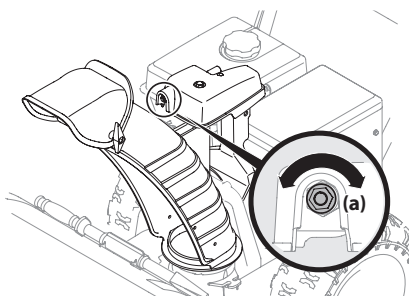

Figura 4-12
1. A fin de aumentar la precarga, ajuste la tuerca hexagonal (a) en el sentido de las agujas del reloj con intervalos de ¼ de giro. Se deberá mantener fija la varilla de control del canal mientras se ajusta la tuerca. Consulte la Figura 4-12.